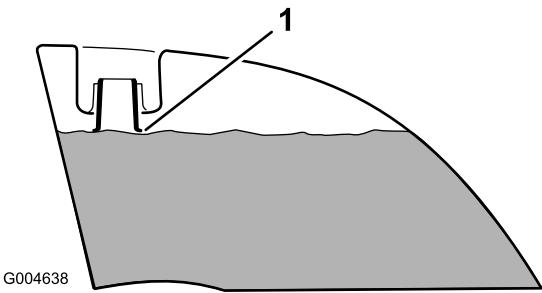

Figure 39
6. Remplissez les deux réservoirs de carburant jusqu'à ce que le niveau atteigne de la base du goulot de remplissage (Figure 39). Ne remplissez pas excessivement les réservoirs de carburant.